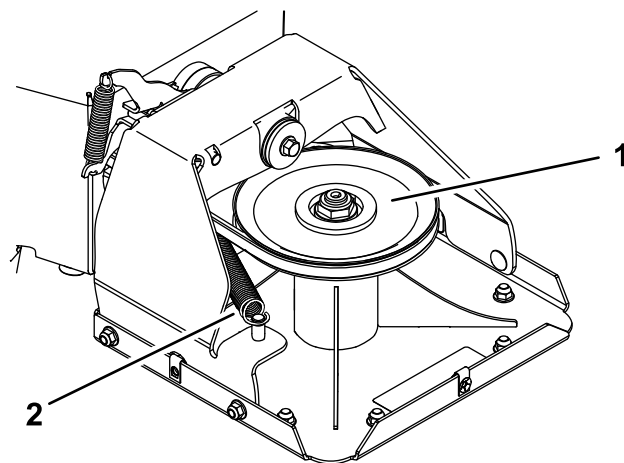
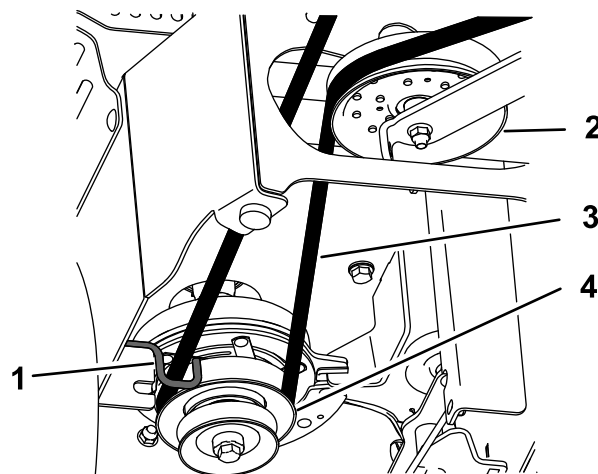

Figura 32
Figura 33
7. Solte a mola de extensão (Figura 32).
9. Encaminhe a nova correia em redor da polia da embraiagem, através do guia da correia, ao longo da polia intermédia e em redor da polia da plataforma (Figura 32 e Figura 33).
10. Instale a mola da extensão (Figura 32).